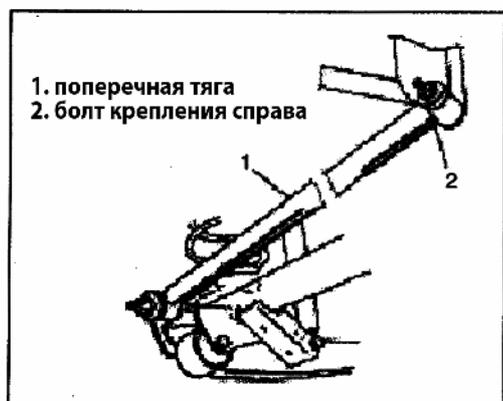

Рис. 556
- 3) Снимите справа болт и гайку крепления поперечной тяги (Рис. 556).